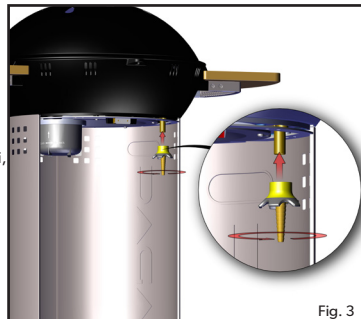

Fig. 3
- **NOTA!** Quando si installa il raccordo, assicurarsi di tenerlo dritto quando si stringe il dado del raccordo in modo da evitare possibili perdite di gas. Stringere con una chiave adatta. (Fig. 3)